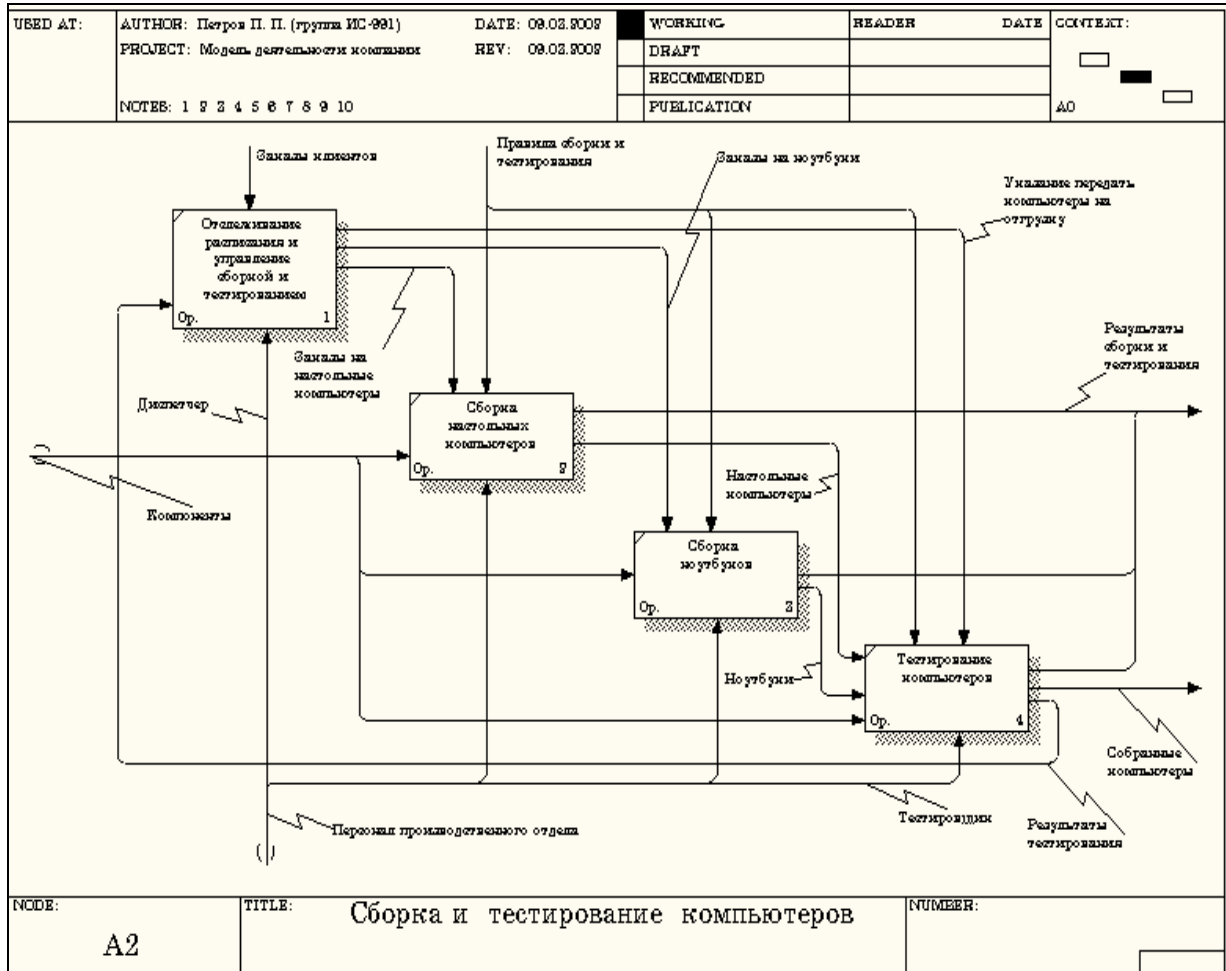

Рисунок 4.1 – Результат выполнения задания
2. При необходимости туннелируйте и свяжите на верхнем уровне граничные стрелки. Результат выполнения (рисунок 4.1).